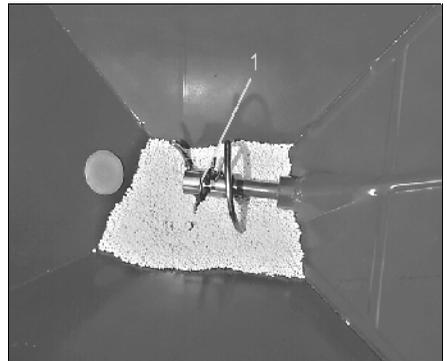

Fig. 57
- El seguro de cizallamiento del eje del agitador se efectúa a través de los pasadores elásticos de las espirales de agitación (Fig. 57/1)